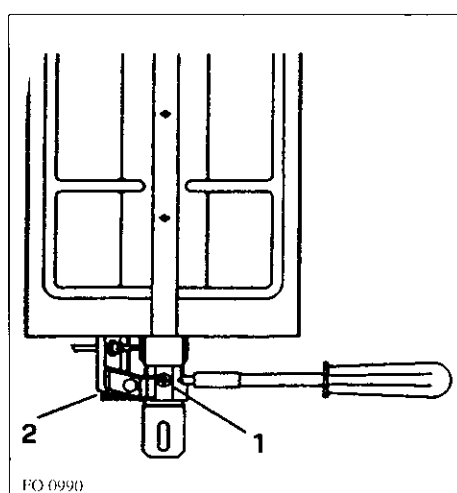

Fig. 16
- Dévissez l'écrou 1 (Fig. 16);
- Otez le support 2 (Fig. 16);